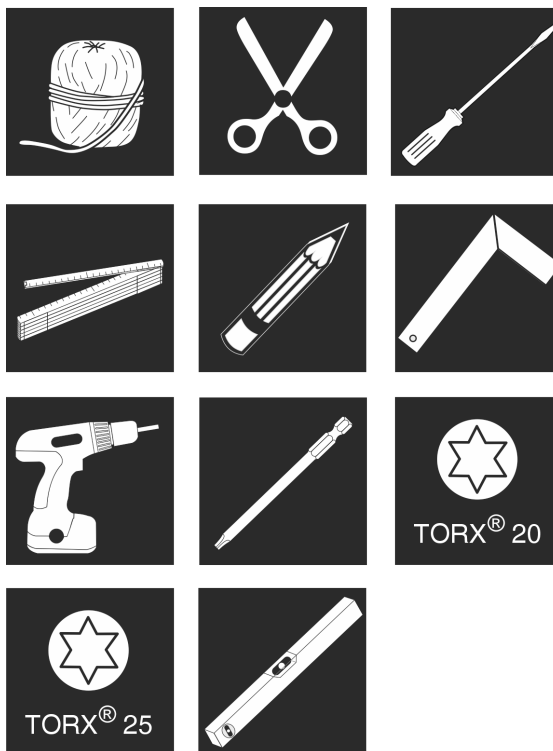

Fig. 9
1. Përgatitni veglat e punës. Fig. 9 ()